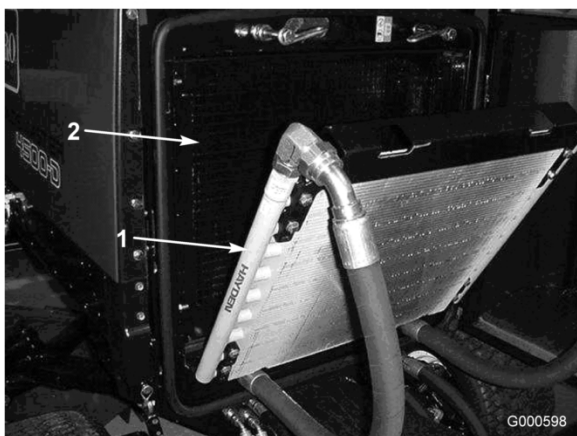

Figura 50
3. Gire el enfriador hacia atrás. Limpie a fondo ambos lados del enfriador de aceite y la zona del radiador (Figura 50) con aire comprimido.